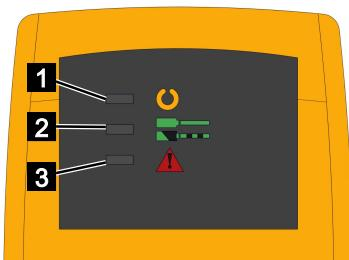

Abb. 218
- Gelbe LED (Abb.218/1) leuchtet
- Grüne LED (Abb.218/2) blinkt
- Grüne LED (Abb.218/2) leuchtet
- Rote LED (Abb.218/3) leuchtet